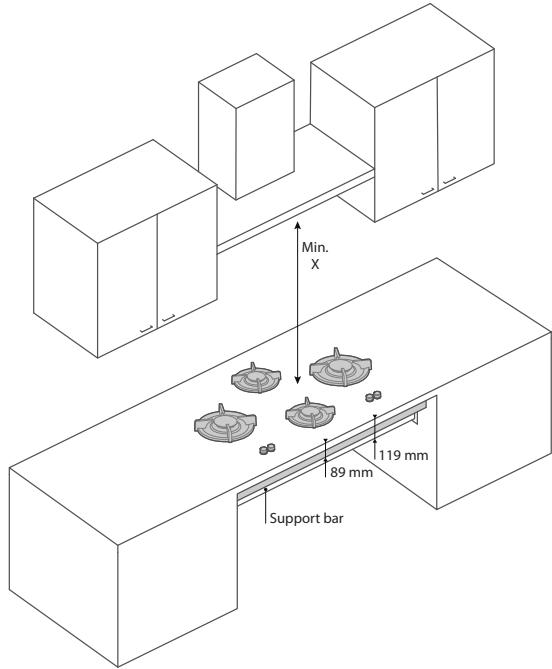

fig. 2
- Zodra de module bijvoorbeeld boven een lade wordt geplaatst, dient u rekening te houden met de totale dikte van de unit en ondersteuningsset van 119 mm (TS) gemeten vanaf de bovenkant van het blad (fig. 2).
- Om doorbuigen van het keukenblad te voorkomen, dient de module ondersteund te worden met de ondersteuningsset (fig. 2 en 3).